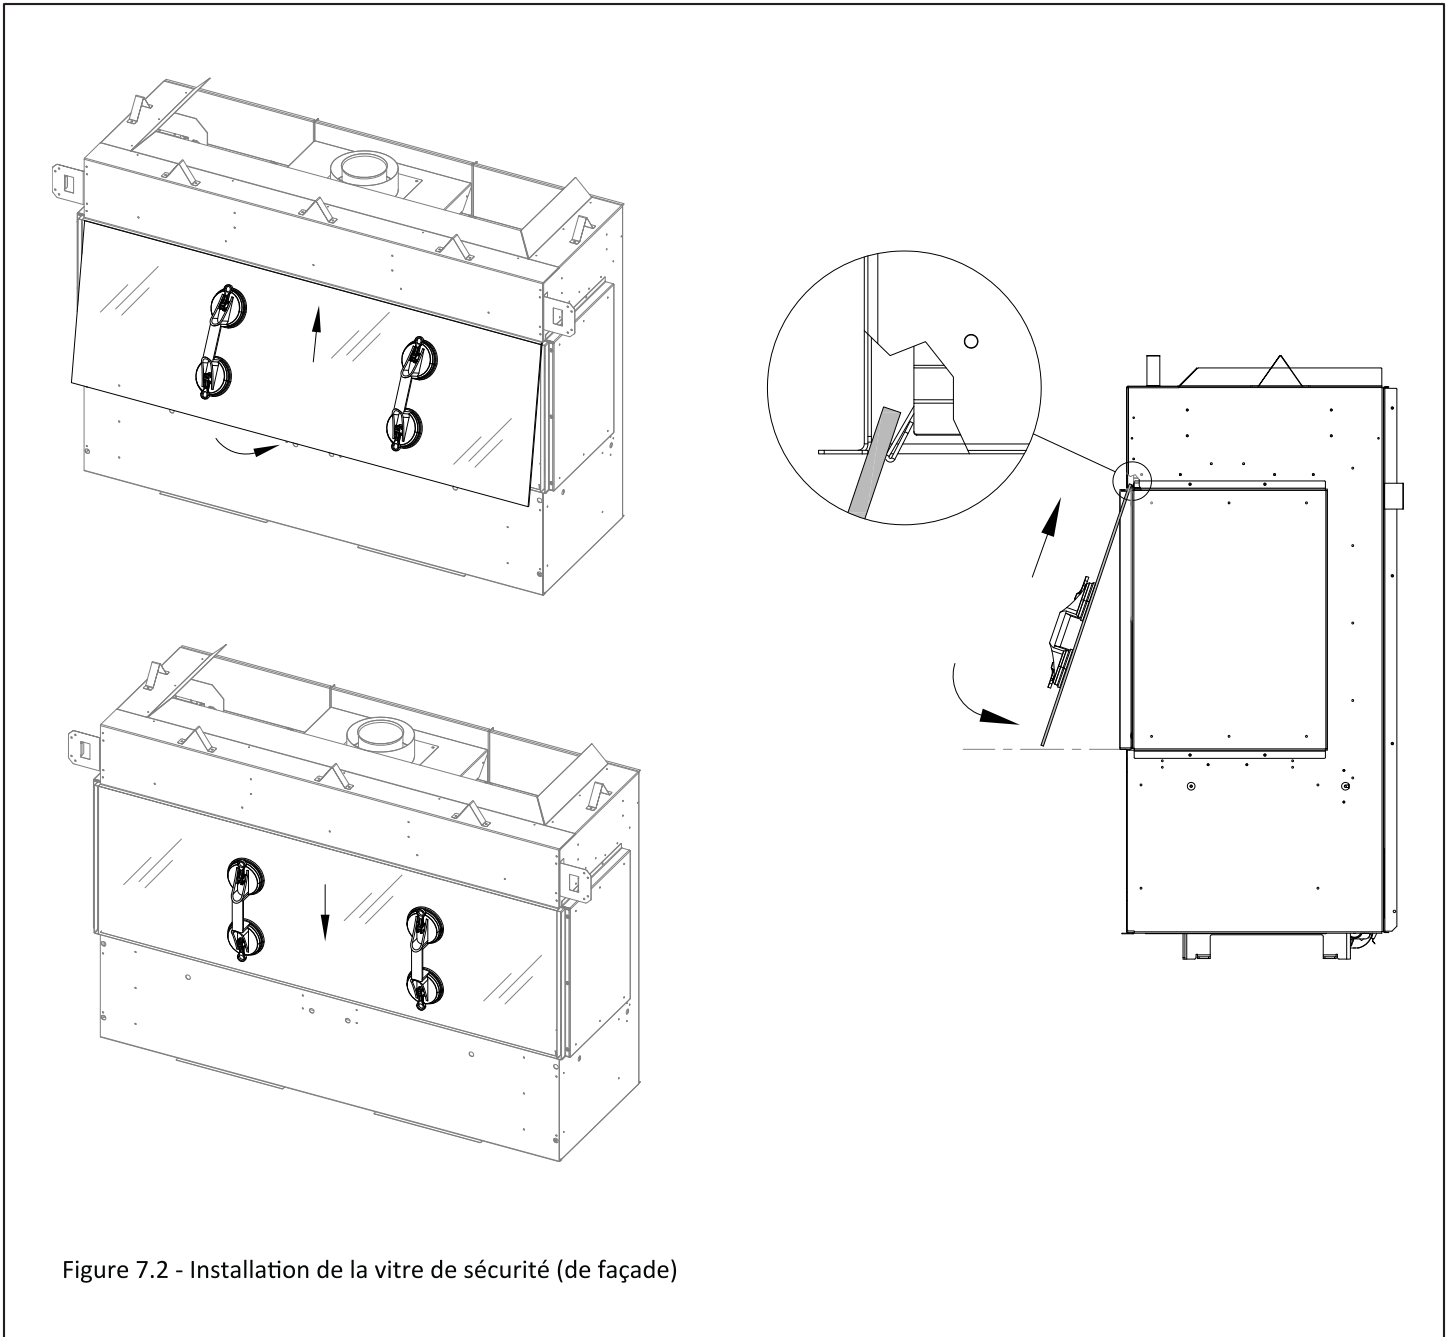

Figure 7.2 - Installation de la vitre de sécurité (de façade)
1. Commencez par incliner le bord inférieur de la vitre vers vous, puis glissez le bord supérieur de la vitre derrière le bord de finition supérieur du foyer. Il y a une bride de rétention supérieure derrière le bord de finition supérieur (à l'intérieur du foyer), laquelle sert à retenir la vitre. Assurez-vous que la vitre glisse dans cette bride de rétention. L'image à droite de la Figure 7.2 montre une vue agrandie de cette bride de rétention supérieure.